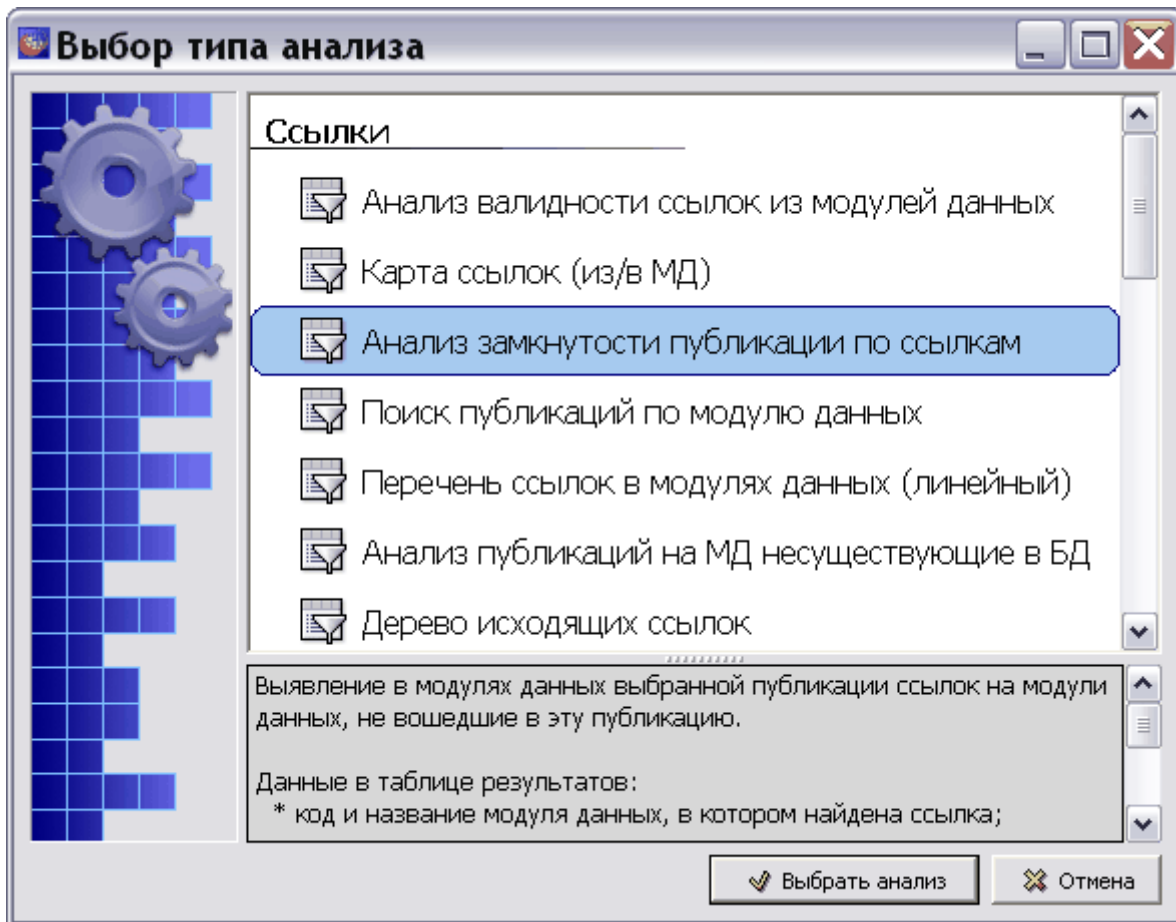

Рис. 8.143
1. В окне **Выбор типа анализа** выберите тип анализа «Анализ замкнутости публикации по ссылкам» (Рис. 8.143).